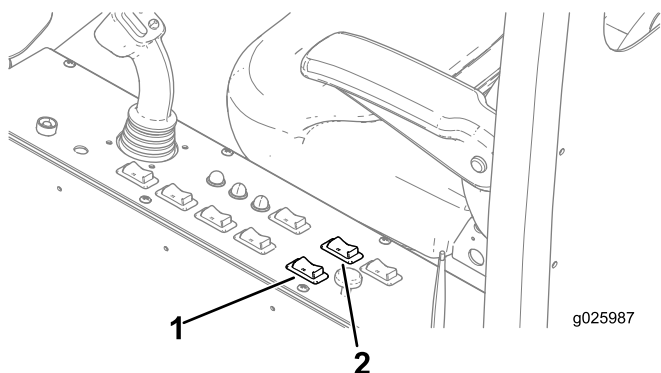

Bild 50
1. Drücken Sie den KIPP-Schalter zurück (bis die Kabine anhält), um die Kabine in die BOHR-Stellung zu schwenken (Bild 50).
2. Drücken Sie den KIPP-Schalter zurück, um die Kabine in die gewünschte Bohr-Stellung zu schwenken (Bild 50).
1. Drücken Sie den KIPP-Schalter nach vorne (bis die Kabine anhält), um die Kabine in die TRANSPORT-Stellung zu schwenken (Bild 50).
2. Drücken Sie den KIPP-Schalter nach vorne (bis die Kabine anhält), um die Kabine in die TRANSPORT-Stellung zu schwenken (Bild 50).